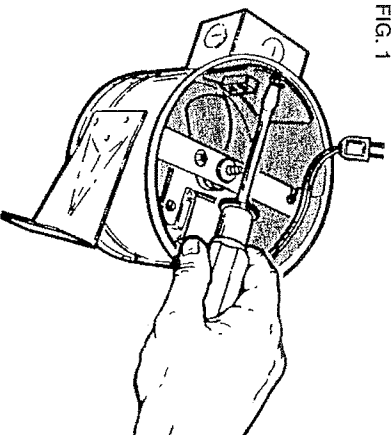

FIG. 1
1. Unplug motor, loosen screw and remove outlet box cover. (FIG. 1)
1. Desenchufe el motor, atójele el tornillo y quite la tapa de la caja de conexiones. (FIG. 1)